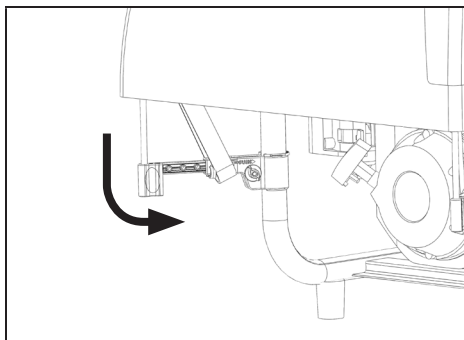

Figure 6B
4. Glissez l'élastique sur le coin de la tige télescopique du serre-joint correspondant et mettez-la sous le corps du serre-joint, derrière les goupilles (FIG. 6B).